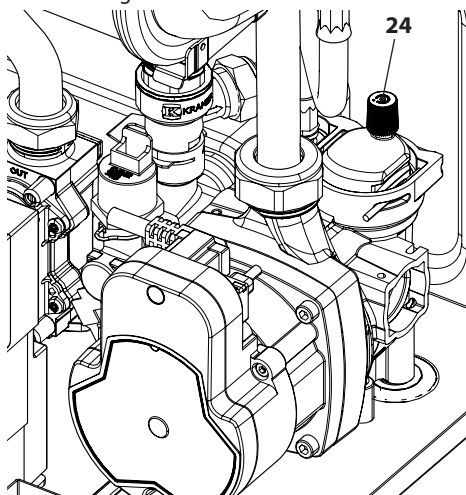

Figura 6.3
- Svitare il tappo della valvola di sfiato automatica 24 in Figura 6.3.